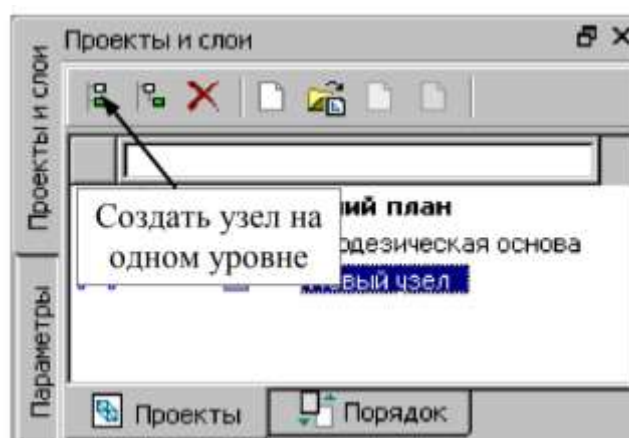

Рисунок 5 – Проекты и слои
2. Теперь для создания нового проекта с последующим импортом в него файла **PRX** необходимо создать новый узел. Для этого на локальной панели инструментов окна **Проекты** укажите курсором проект *Геодезическая основа* и выберите команду **Создать узел на одном уровне** (рисунок 5).